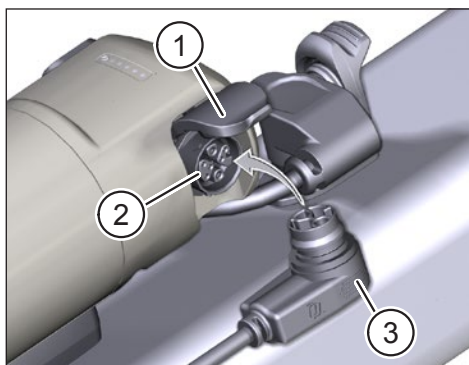

Fig. 9: Range Extender opladen
- Klap de afdekking (Pos. 1 in Fig. 9) op de oplaadpoort van de Range Extender open.
- Controleer of de aansluitingen in de oplaadpoort (Pos. 2 in Fig. 9) vrij zijn van vuil en reinig ze indien nodig.
- Steek de laadstekker (Pos. 3 in Fig. 9) van de lader in de laadpoort van de Range Extender.